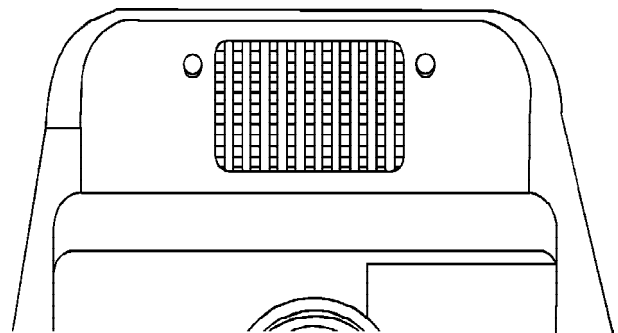

Рисунок 4.1 - Воздушный фильтр грубой очистки
4.2.4 Проводить очистку сетки воздушного фильтра карбюратора от опилок и грязи, см. рисунок 4.1.